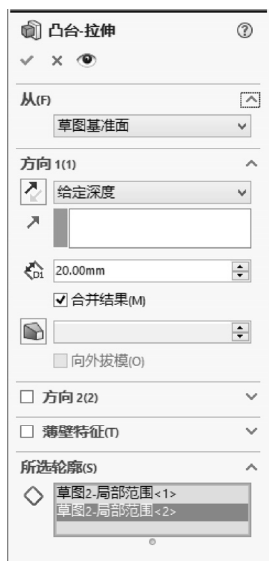

图 12-37 选取拉伸截面
**05** 拉伸实体。单击“特征”控制面板中的“拉伸凸台/基体”按钮，此时系统弹出“凸台-拉伸”属性管理器。选择图 12-37 所示的拉伸截面，设置终止条件为“给定深度”，输